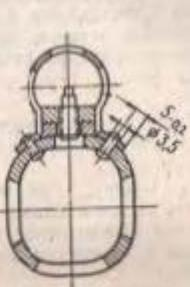

Рис. 26. Прикрепка намушника
(I) Изготовить новый намушник (рис. 25) и прикрепить его (рис. 26).